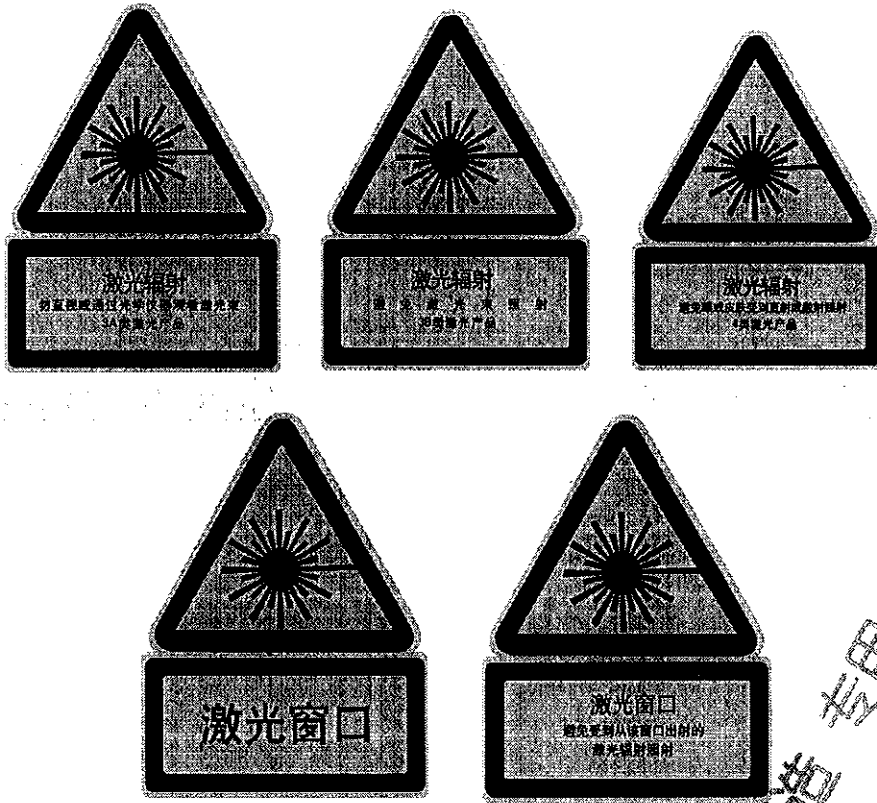

图 C.2 激光产品安全标志使用实例
C.4.1.1 对所有可能达到2类的激光产品都必须有激光安全标志。每台设备必须同时具有激光警告标志、激光安全分类说明标志和激光窗口标志,激光产品安全标志使用实例见图C.2。